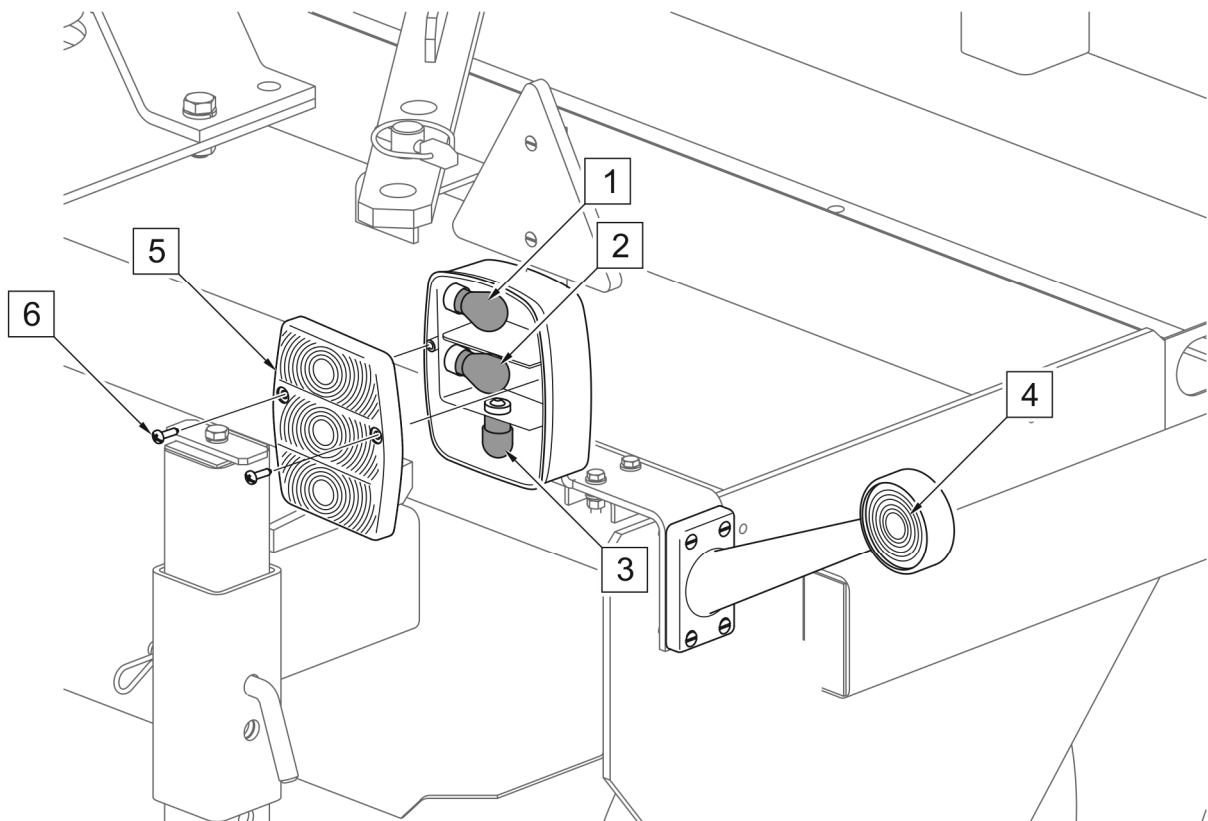

РИСУНОК 5.12Заміна лампочок
ліхтаря, і замінити відповідну лампочку (РИСУНОК 5.12). Габаритні ліхтарі (4) виготовлені за світлодіодною технологією і не потребують обслуговування.